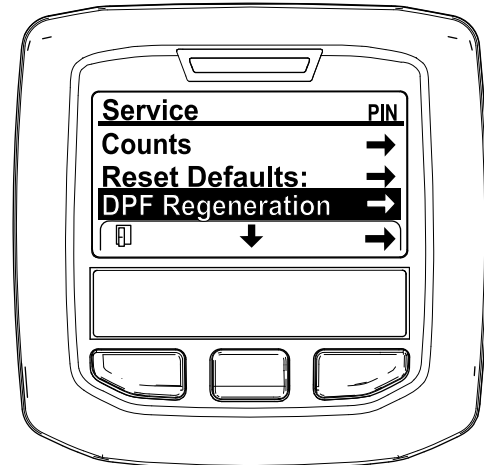

Figura 50
- No MENU DE MANUTENÇÃO, prima o botão do meio até surgirem as opções de REGENERAÇÃO DO DPF e prima o botão direito para selecionar a opção de REGENERAÇÃO DO DPF (Figura 50).